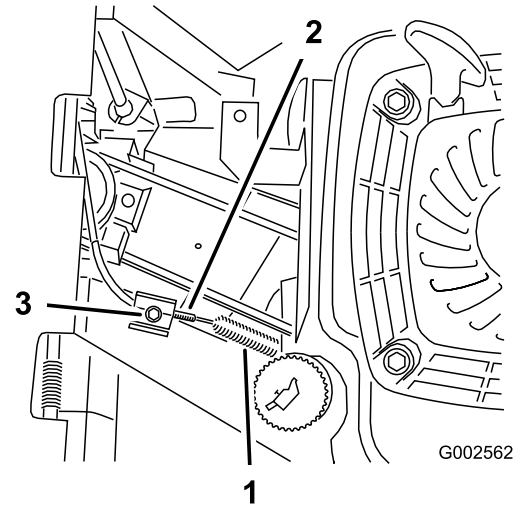

Figure 30
4. Desserrez la vis de serrage du câble jusqu'à ce que la gaine du câble puisse coulisser (Figure 30).